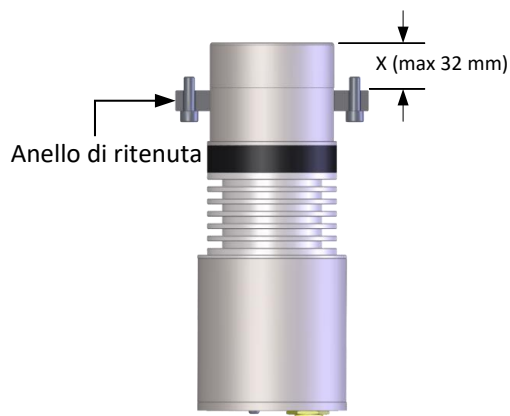

Figura 28: Posizionamento dell'anello di ritenuta
3. Regolare la posizione dell'anello di ritenuta in modo che corrisponda alla profondità di inserimento richiesta (Figura 28)